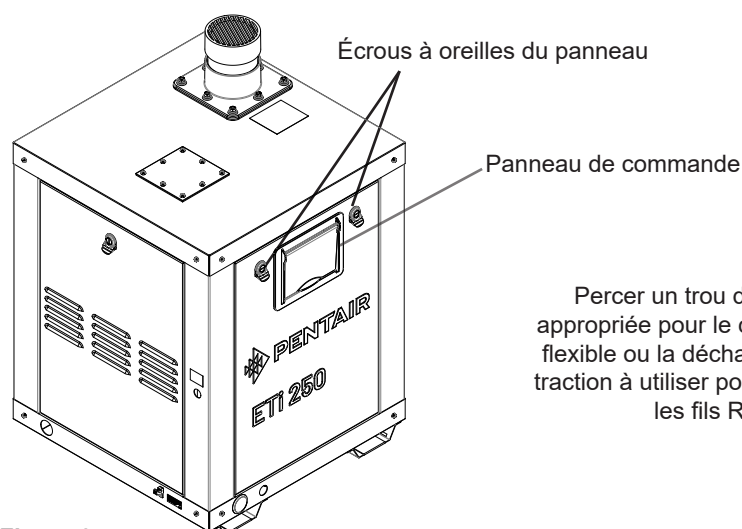

Figure 37.
1. Libérer les deux écrous à oreilles qui retiennent le panneau latéral. Retirer le panneau du chauffe-piscine. **Consulter la Figure 37.**
9. Fixer le panneau à l'aide des deux (2) vis de fixation. Fermer la porte avant et la tenir fermée à l'aide du loquet. Consulter la Figure 37 à la page 45.
10. **Mettre en marche (ON) l'alimentation c.a.** du centre de chargement du système de commande IntelliCenter.